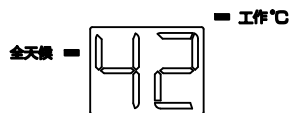

图27
2. 全天候模式（如图27）：当系统进入到全天候模式后，系统会全天候24小时根据用户设定的保温温度与循环管内的温度变化情况适时启动水泵并点火加热，当循环管路内的水温达到保温温度时，热水器停止加热。若要取消全天候模式，用户可通过按“”键来切换到其他预热巡航模式或者退出全天候模式。（在全天候模式下，如果卫浴模式选择“四季感”，系统将自行返回原先模式）